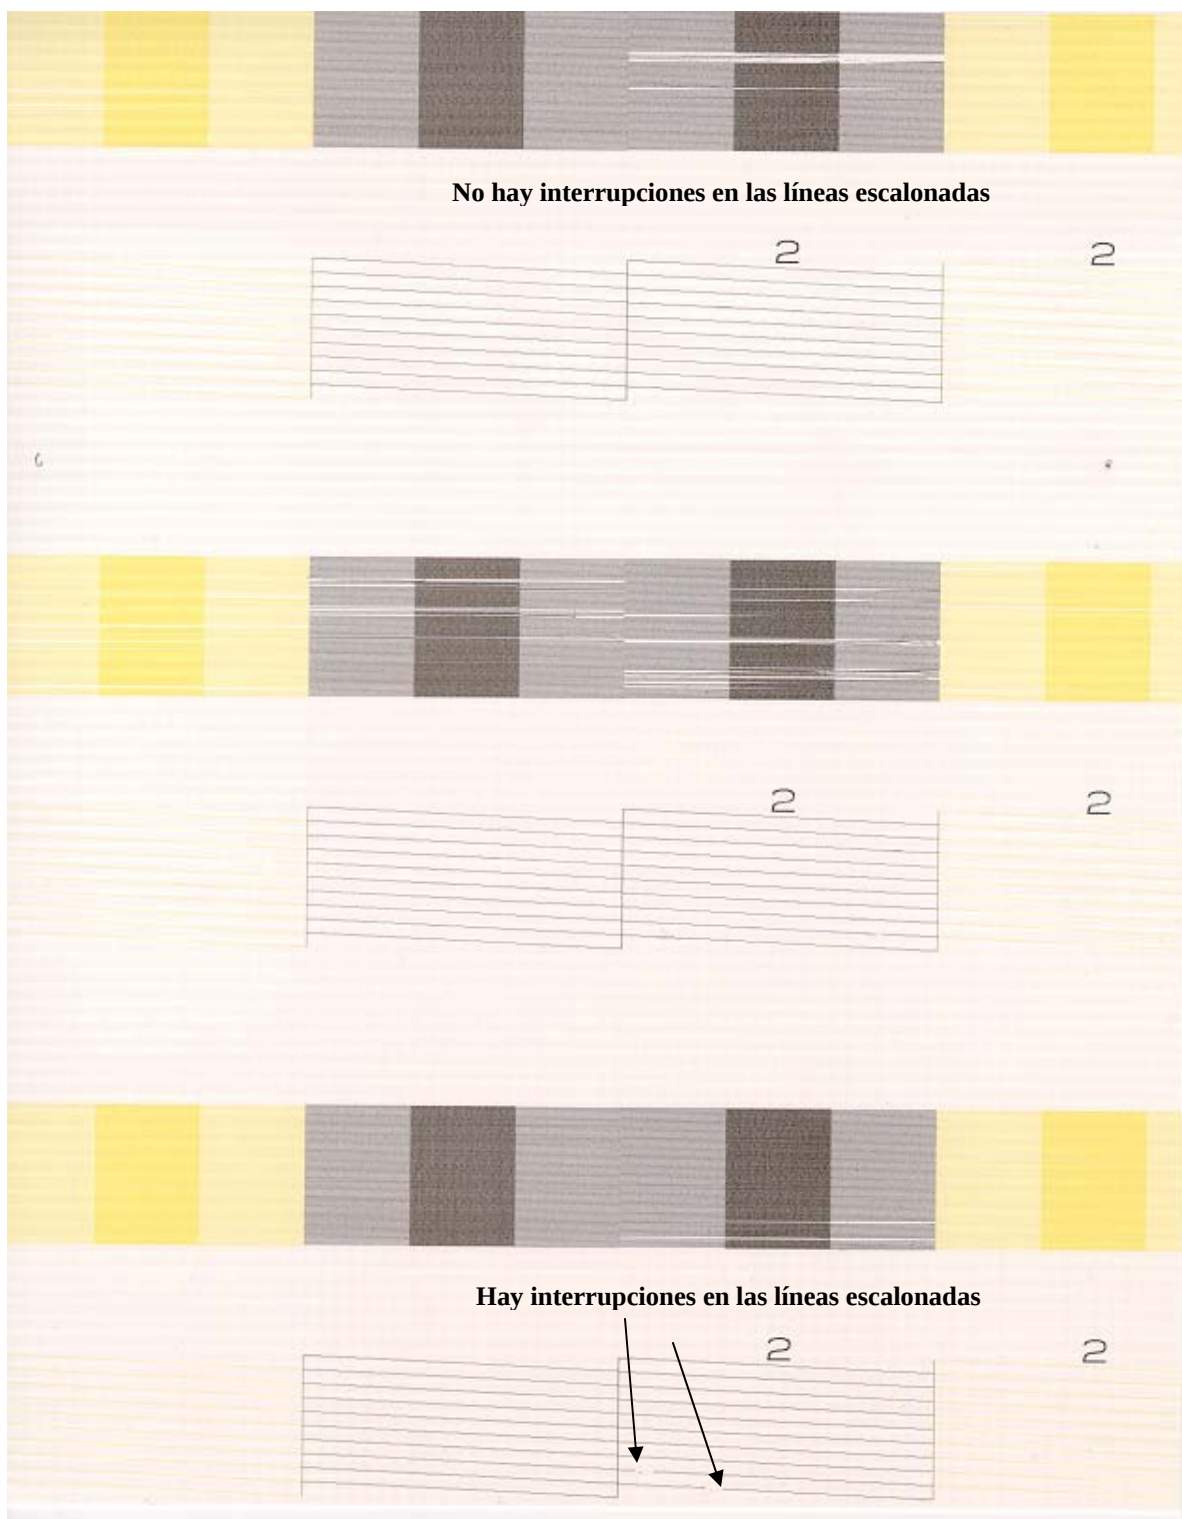

Ilustración 1. Patrón de prueba de verificación de boquillas
- Al evaluar un patrón de prueba de verificación de boquillas, su evaluación deberá enfocarse en la presencia de interrupciones en las “líneas escalonadas”, que se muestran en la ilustración 1. La presencia de líneas o interrupciones en las barras sólidas no indica que las boquillas están bloqueadas.